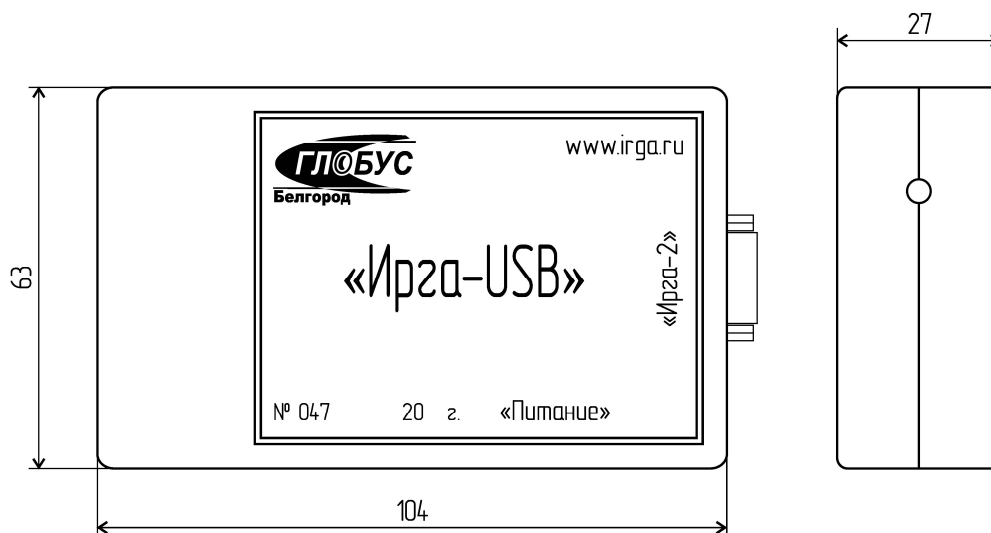

Рисунок 1 – Габаритный чертеж адаптера
1.2.1 Адаптер выпускается в пластмассовом корпусе. Внешний вид показан на рис. 1.